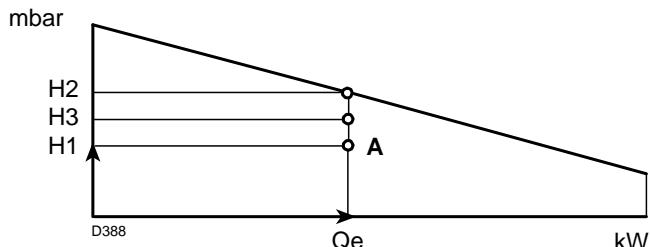

Fig. 3
point A)(Fig. 3) qui doit rester dans la plage de puissance
- Si H3 est supérieure à H1 (Fig. 3), le brûleur peut fournir le débit demandé.